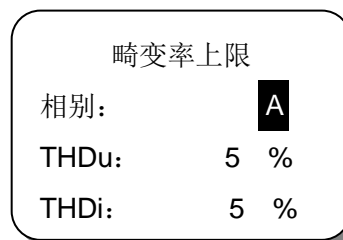

图 20 畸变率上限子菜单
- ◇ 畸变率上限：设定 A、B、C 三相的电压、电流总谐波畸变率上限值，见图 20。